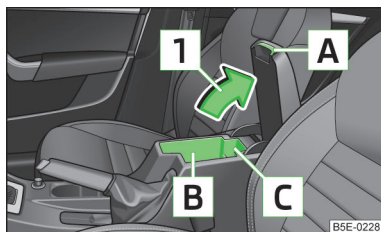

Fig. 67
- Tirez sur le couvercle de l'accoudoir en le prenant par la poignée **A** dans le sens de la flèche **1** » fig. 67 pour l'ouvrir.
La zone **B** » fig. 67 du vide-poches est prévu pour le rangement d'objets d'une taille de 98 mm × 104 mm × 142 mm max.